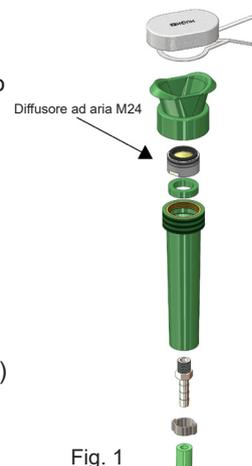

Fig. 1
- Per il rimontaggio non sono necessari sigillanti (M24 Aeratore 01 03 075 0061 – vedi fig. 1)